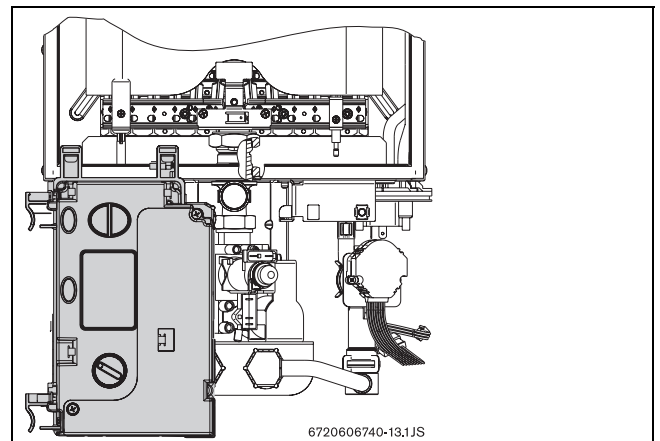

Fig. 16 Posizione d'aggancio del quadro comandi (accesso alle regolazioni gas)
- ▶ Dopo l'estrazione del quadro comandi, agganciarlo come da Fig. 16.